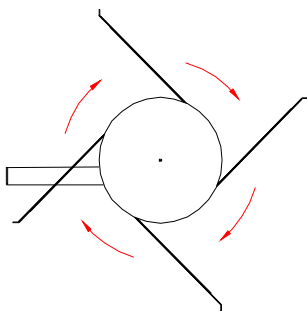
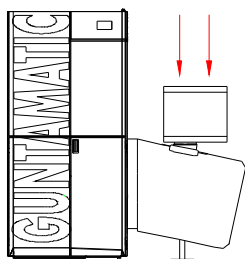
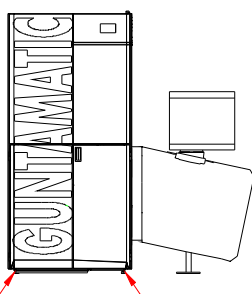
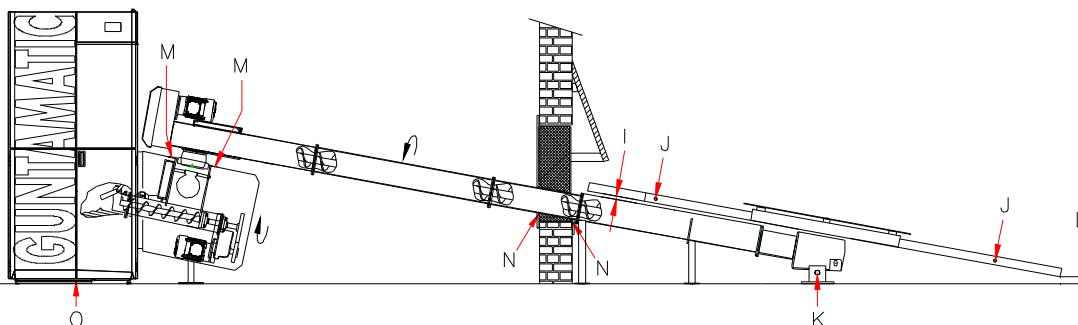

Abb.5
Abb.6
Abb.8
Abb.9
8. Le dessilleur tourne dans le sens horaire, voir Abb.5. Montez les ressorts de façon à ce que les plus longs sont en opposition. (les plus longs ne doivent pas être une à côté de l'autre). Les ressorts doivent passer 15-20 mm au dessus de la vis, voir (I) Abb. 9. Les vis (J) Abb.9 sur les ressorts ne doivent pas être serrées. Les pieds (K) Abb.9 du dessilleur doivent être réglé de façon à ce que le ressort le plus long doit passer env. 3 - 4 cm au-dessus du sol, voir (L) Abb.9.
9. L'unité d'entraînement doit être fixée avec les vis M10 x 100/140 mm, voir (M) Abb.9, sur le stocker de façon étanche. L'unité d'entraînement doit toujours être montée bien droite. voir Abb. 6.
12. Le passage du mur en partie basse, voir (N) Abb.9, doit être rempli de laine de roche (fournie) et fermée proprement à l'aide des tôles fournies. Ces tôles ont été perforées de façon à les ajuster contre la vis.
13. Fixez les deux équerres de chaque côté sous la chaudière à l'aide des vis M8 x 16, voir Abb.8, et insérez la tôle et l'isolant sous la chaudière. Voir (O) Abb.9.